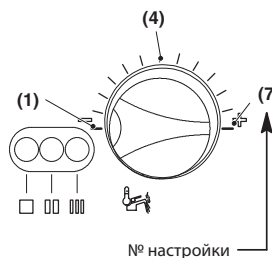

Рис. 34
- 6 Для отображения установленной настройки нажмите и удерживайте около 5 секунд кнопку сброса 9 Рис. 5. Индикаторы мигнут количество раз, равное числу, указанному рядом с описанием настройки режима (№ настройки) (Рис. 34).
- 7 Чтобы изменить настройку, поверните регулятор температуры горячего водоснабжения в **положение (7), как показано на Рис. 34**, при этом индикатор блокировки 8 на Рис. 5 будет быстро мигать.